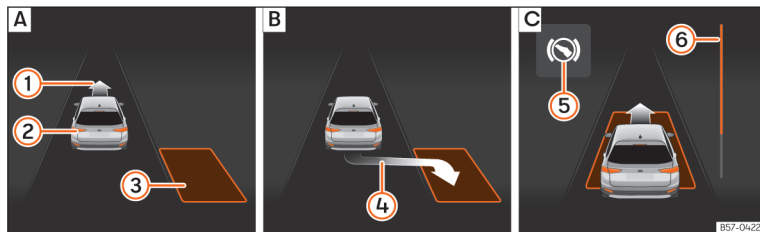
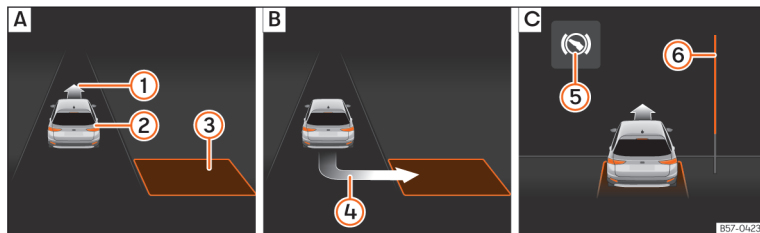

Fig. 188 No ecrã do painel de instrumentos: estacionar em linha. **[A]** Procurar um lugar de estacionamento. **[B]** Posição para estacionar. **[C]** Manobrar.
Fig. 189 No ecrã do painel de instrumentos: estacionar em espinha. **[A]** Procurar um lugar de estacionamento. **[B]** Posição para estacionar. **[C]** Manobrar.
- Observe na visualização do ecrã do painel de instrumentos se se detetou o lugar como «apropriado» e se atingiu a posição correta para estacionar »» **Fig. 188 [B]** ou »» **Fig. 189 [B]**. O lugar foi considerado «apropriado» se no ecrã do painel de instrumentos aparecer a indicação de estacionar (4).
- Retroceda até o sinal contínuo do ParkPilot soar; **OU:** retroceda até aparecer a indicação de marcha à frente no ecrã do painel de instrumentos »» **Fig. 188 [C]** ou »» **Fig. 189 [C]**; **OU:** retroceda até aparecer a mensagem
- Carregue no pedal do travão até o sistema de estacionamento assistido terminar de realizar as rotações do volante; **OU:** até o símbolo (5) no ecrã do painel de instrumentos se apagar.
- Faça marcha à frente até soar o sinal contínuo do ParkPilot; **OU:** faça marcha à frente até aparecer a indicação de fazer marcha-atrás no ecrã do painel de instrumentos. O sistema de estacionamento assistido manobra o veículo em frente e em marcha-atrás até centrá-lo no lugar »» **Fig. 188 [C]** ou »» **Fig. 189 [C]**.
A barra de progresso »» **Fig. 188 (6)** e »» **Fig. 189 (6)** mostra simbolicamente no ecrã do painel de instrumentos a distância relativa que ainda falta percorrer. Quanto maior for a distância, mais cheia está a barra de progresso. Ao circular em marcha